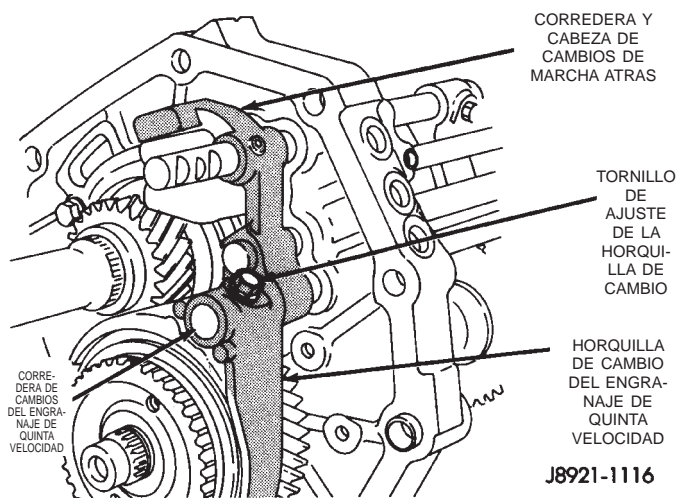

Fig. 103 Instalación del perno de retención de la horquilla de cambio del engranaje de quinta velocidad
(37) Instale un perno nuevo para fijar la horquilla de cambios del engranaje de quinta velocidad a la corredera de cambios (Fig. 103).